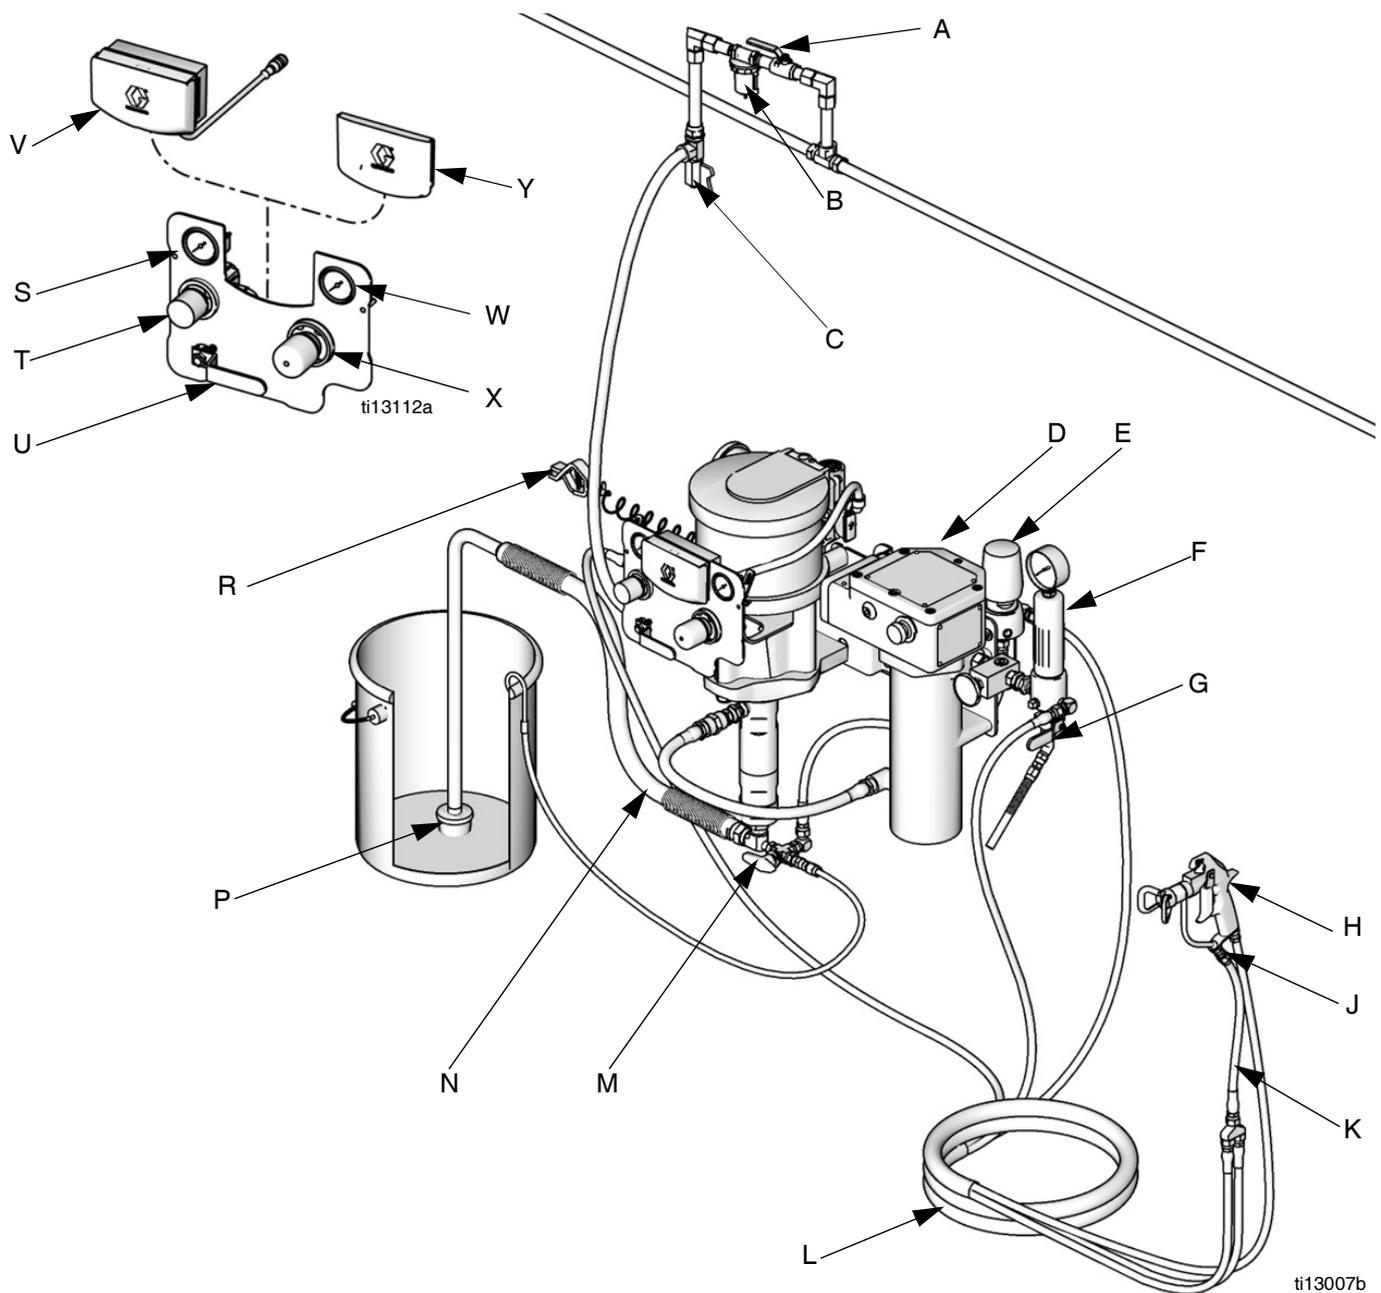

FIG. 1: Instalação normal (o seu conjunto pode não incluir todos os itens ilustrados.)
A FIG. 1 é somente um guia para selecionar e instalar os componentes e acessórios do sistema. Contacte o seu distribuidor Graco para obter ajuda relativamente à conceção de um sistema adequado às suas necessidades em particular.
Consulte a FIG. 1. **Os componentes variam de acordo com o conjunto encomendado.** Consulte as tabelas das páginas 6 a 7. O seu conjunto pode incluir:
Consulte a FIG. 1, página 9.
2. Consulte a FIG. 1. Fechar a válvula pneumática principal de purga (U).